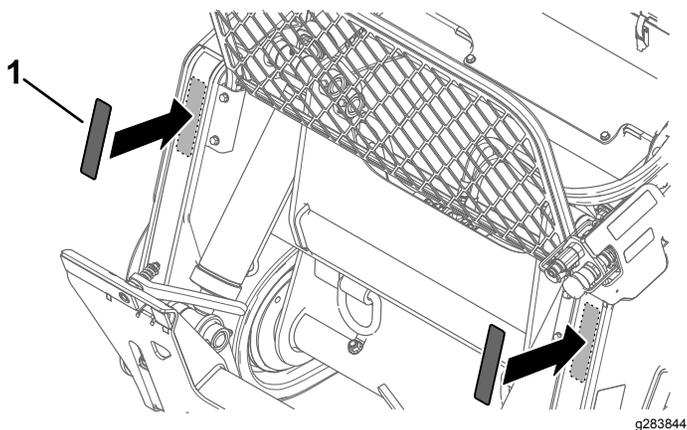
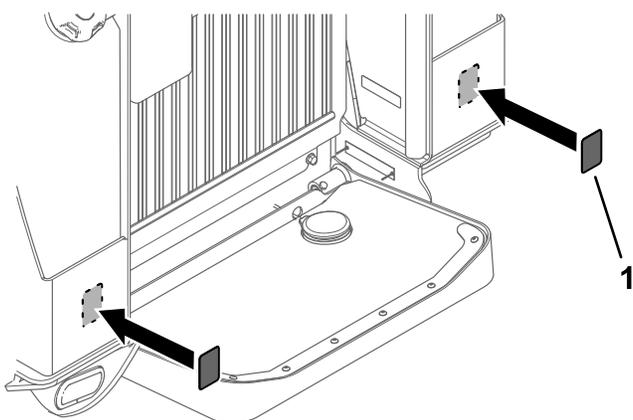

Рисунок 13
Рисунок 14
1. Тщательно очистите поверхности в задней части машины и в передней части стрел погрузчика в местах, показанных на Рисунок 13 и Рисунок 14.